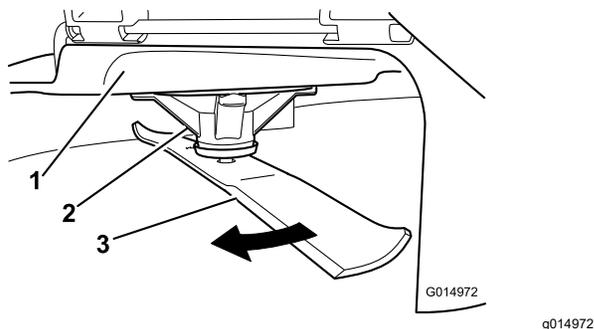

Figura 57
- Llevando guantes fuertemente acolchados u otro tipo de protección apropiada para las manos, gire lentamente la cuchilla hasta una posición que permita medir la distancia entre el filo de corte y la superficie nivelada en la que descansa la máquina (Figura 57).